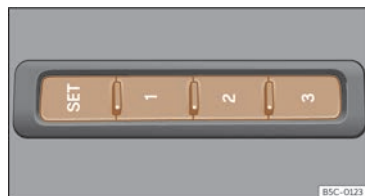

Fig. 102 Sur le côté extérieur du siège du conducteur : touches de mémorisation.
- Appuyez sur la touche **SET** pendant plus de 1 seconde»» **fig. 102**.